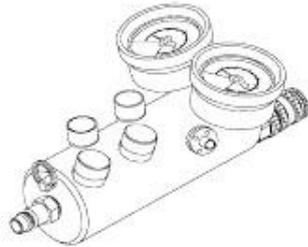

Abb. 1-16. Doppelter Totmann-Controller
b. Doppelter Totmann-Controller - Bestellnr 22-796103 (Abb. 1-16). Controller mit einem Eingang/doppeltem Ausgang einschließlich Schnelltrenn-Schlaucharmaturen und doppelten Drucktasten, um Druck auf entweder einen oder auf zwei Stützen auszuüben oder abzulassen. Zwei Manometer überwachen den auf die eine oder zwei Stütze(n) ausgeübten Druck, und ein Sicherheitsventil (250 psi - 17,2 bar) begrenzt den Luftdruck. Ein einstellbarer Gurt ermöglicht das Tragen durch den Bediener.